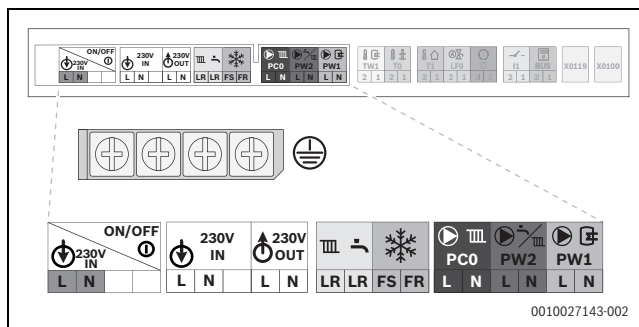

Fig. 82 Domeniul tensiunii de alimentare: reglă
- ▶ Racordați cablul la regleta pentru accesorii externe (→ Fig. 82 și Fig. 83).